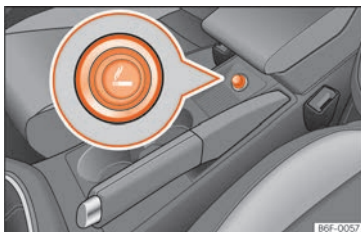

Fig. 160 Encendedor.
- Presione el encendedor »»» **fig. 160** para activarlo »»» ⚠.